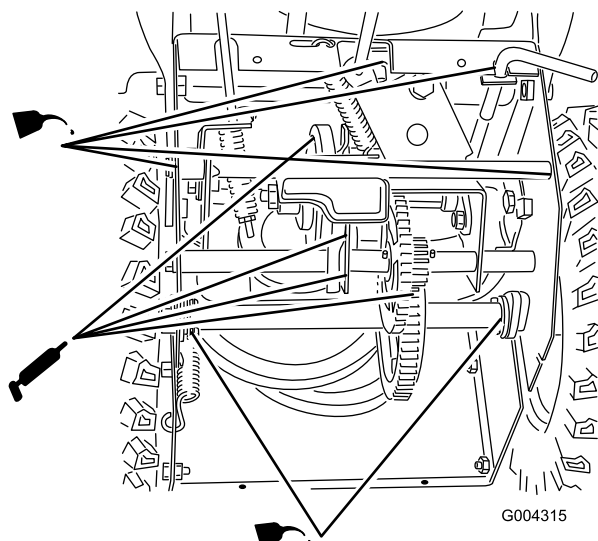

Figure 35
4. Lubrifiez légèrement la machine avec de l'huile légère comme illustré à la Figure 35.
6. Graissez la machine comme illustré à la Figure 35.